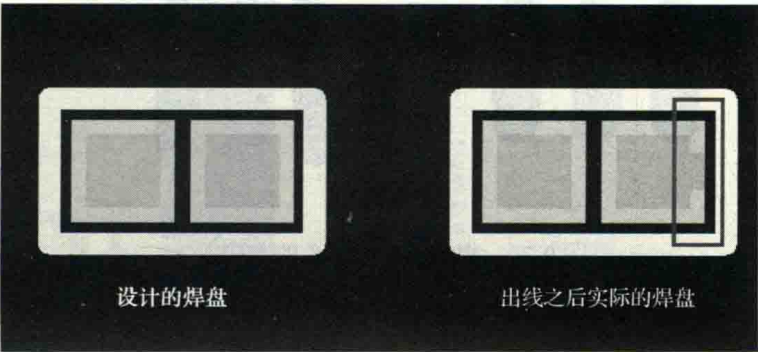

图 9-67 设计的焊盘和出线之后实际的焊盘
(4) 设计的焊盘的形状一般都是规则的，如 BGA 的焊盘是圆形的，QFP 的焊盘是长圆形的，CHIP 元件的焊盘是矩形的等。但实际做出的 PCB，焊盘却不规则，可以说是奇形怪状。以 0402R 电阻封装的焊盘为例，如图 9-67 所示，由于生产时存在工艺偏差，设计的规则焊盘出线之后，实际的焊盘是在原矩形焊盘的基础上加一个小矩形焊盘组成的，不规则，出现了异形焊盘。